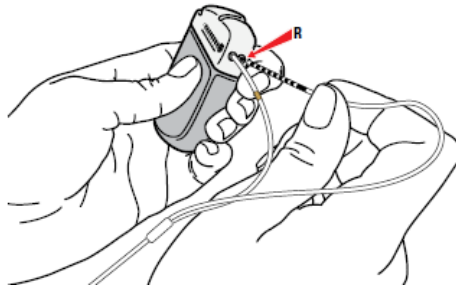

Figura 26. Conexión al puerto R del GII
b. Conecte la prolongación de la extensión del hemisferio derecho sin la banda de marcador al puerto R (o D) (Figura 26).